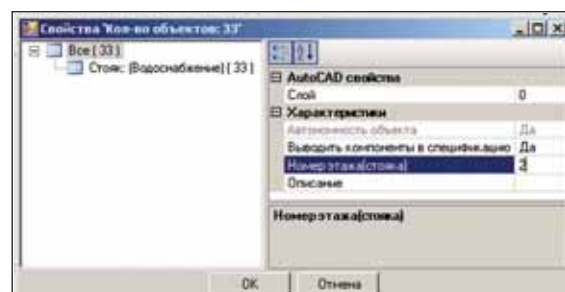

Рис. 5
Если объекты Project Studio^{CS} Водоснабжение необходимо перенести в различные файлы строительных планировок, то можно воспользоваться стандартным буфером обмена AutoCAD. Выберите элементы систем водопровода и канализации, которые нужно перенести в другой файл DWG, и выполните команду *Правка* → *Копировать с базовой точкой*. За базовую точку лучше всего принять пересечение осей, поскольку, как правило, расположение санитарных узлов на разных этажах совпадает. Откройте планировку, на которую вы хотите вставить элементы, и выполните команду *Правка* → *Вставить*. На запрос *Точка вставки* укажите пересечение тех осей, которое вы выбрали перед этим. Все свойства объектов Project Studio^{CS} Водоснабжение при этом сохраняются. Очень важно не забыть дать новые номера стоякам систем водопровода и канализации. Выберите стояк (можно сразу несколько), нажмите правую кнопку мыши и выберите действие *Свойства (BK)*. В строке *Номер этажа (стояк)* появившейся экранной формы (рис. 5) задайте номер этажа, находящегося на этой планировке.